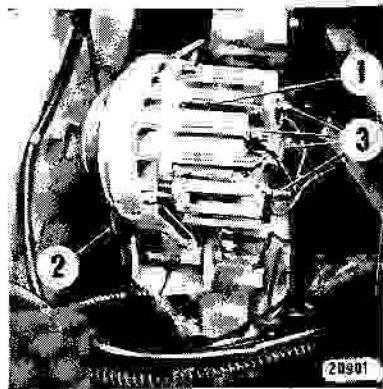

Bild 91
3. Muß der Motor bei ausgebaute Batterie gestartet werden, darf die Fremdbatterie erst dann angesetzt werden, wenn die Stecker ③ vom Regler ④ abgezogen sind (Lichtmaschine gibt dann keine Spannung ab).
6. Die Anschlüsse ③ (Bild 91) an der Lichtmaschine, sowie ⑤ am Reglerschalter müssen immer festsitzen. Bei losen Anschlüssen entstehen hohe Übergangswiderstände, die sich schädlich auf die Funktion des Reglers auswirken können.